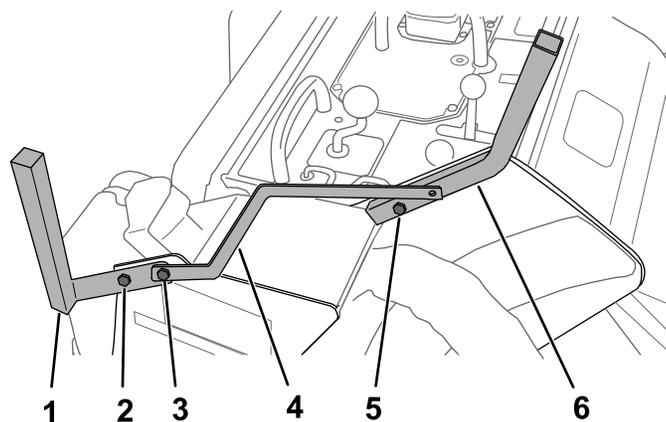

Figura 2
2. Instale un tubo de alojamiento delantero en el lado derecho de la máquina usando un perno ($\frac{1}{4}$ " x $1\frac{1}{2}$ ") y una contratuerca ($\frac{1}{4}$ "), como se muestra en la Figura 2.
3. Instale el tubo receptor trasero derecho usando un perno ($\frac{5}{16}$ " x 1") y una de las contratuercas guardadas, como se muestra en la Figura 2.
4. Instale el protector de manguera en el soporte del tubo de alojamiento trasero con un perno ($\frac{5}{16}$ " x $1\frac{1}{4}$ ") y una de las contratuercas guardadas ($\frac{5}{16}$ "), como se muestra en la Figura 2.